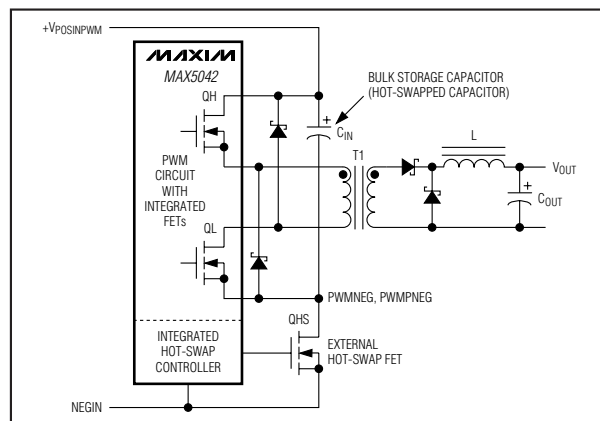
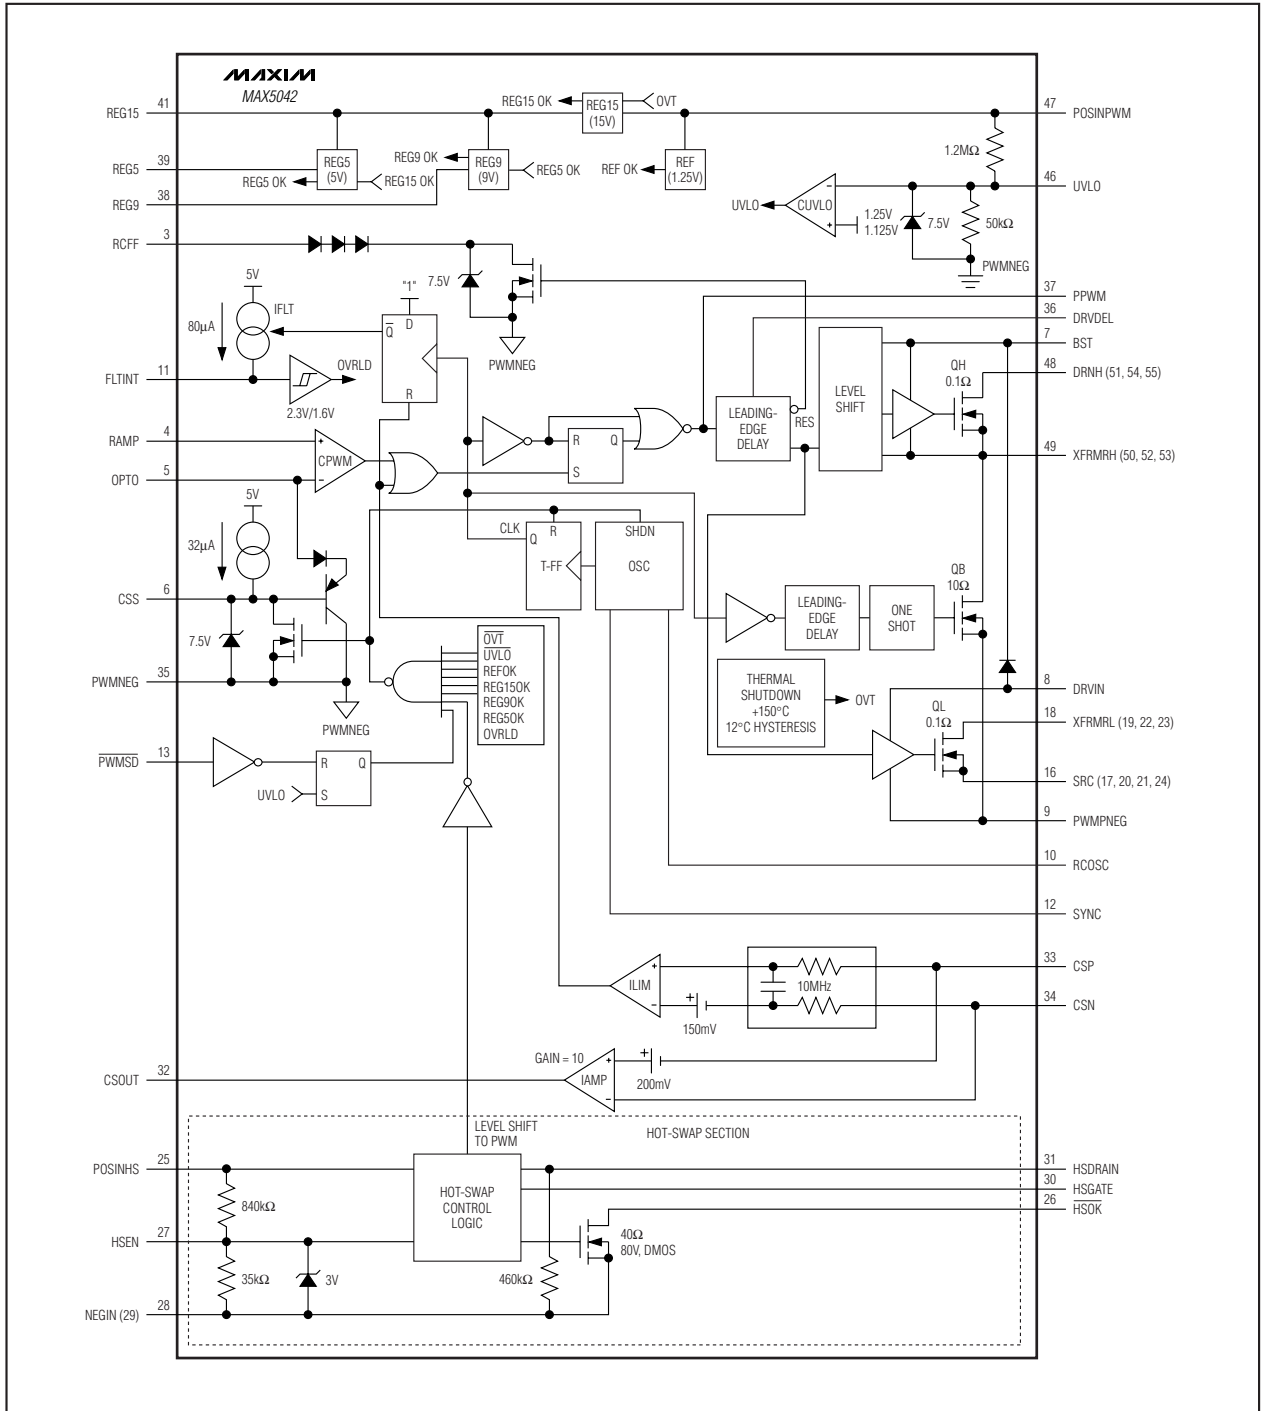

图 1. 基于 MAX5042 的隔离电源框图
图 3. MAX5042 电源 IC 原理框图
MAX5042/MAX5043 是一个完整的、能够输出 50W 功率的系统。MAX5042 除了 PWM 和功率 MOSFET 之外，还包含一个热插拔控制器，热插拔部分需要一个外部 MOSFET (QHS)，MAX5042 的内部结构如图 1 所示。 $C_{IN}$  是 PWM 电路的输入储能电容，在系统软启动时能够抑制源自背板的浪涌电流。当接有输入电源时， $C_{IN}$  会完全放电，QHS 断开。当所加电压超过热插拔控制器的默认欠压锁定阈值 (30.5V)，且持续时间超过 165ms (内部导通延迟) 时，QHS 的栅极电压开始逐渐上升，从而得到受控制的导通摆率，QHS 的漏极电压以大约 10V/ms 的速率下降，对于 100μF 的  $C_{IN}$  电容从背板吸入电流近似为 1A。QHS MOSFET 完全导通后，MAX5042 的 PWM 电路才开始启动。QHS 完全导通后，电容  $C_{IN}$  两端的电压高于 PWM 电路的默认启动电压 (31V)，热插拔电路激活 PWM 部分开始工作，进入软启动阶段。在启动过程中，软启动功能可限制变压器初级的吸入电流，避免输出电压出现过冲。
MAX5042 和 MAX5043 的内部结构框图分别如图 3、4 所示。来自热插拔电路、稳压器、热关断的电源就绪信号与 UVLO 一起产生内部关断信号 SHDN。当关断条件满足时，SHDN 会禁用比较器和振荡器，反之则会释放比较器和振荡器，使其正常工作。SHDN 的下降沿经过一段延迟时间，以便在 PWM 脉冲到来之前能稳定建立内部信号。在 SHDN 下降沿到延迟信号的这段时间内，连接在 XFRMRH 和 PWMPNEG 间的 10Ω 内部 MOSFET (QB) 导通，为 BST 电容充电。启动后，该 MOSFET 会在每半个周期内导通约 300ns，对 BST 电容充电。
ILIM 比较器用于逐周期限流, 典型门限为 156mV。每当限流比较器 (图 3、4, ILIM) 被触发时, 内部故障积分电路开始工作, 使 FLTINT 每次在一个时钟周期内输出 80μA 电流。用以下公式可近似计算出关断时间所需要的电容值 ( $C_{FLTINT}$ ):
MAX5042 内部集成了热插拔控制器，采用 MAX5042 制作的电源能够安全地插入带电底板，不会造成电源的瞬间失灵。热插拔电路在 POSINHS 和 NEGIN 之间操作。MAX5042 实现热插拔控制时，外部只需一个 N 沟道 MOSFET。图 1 和图 3 是关于热插拔功能的详细说明。